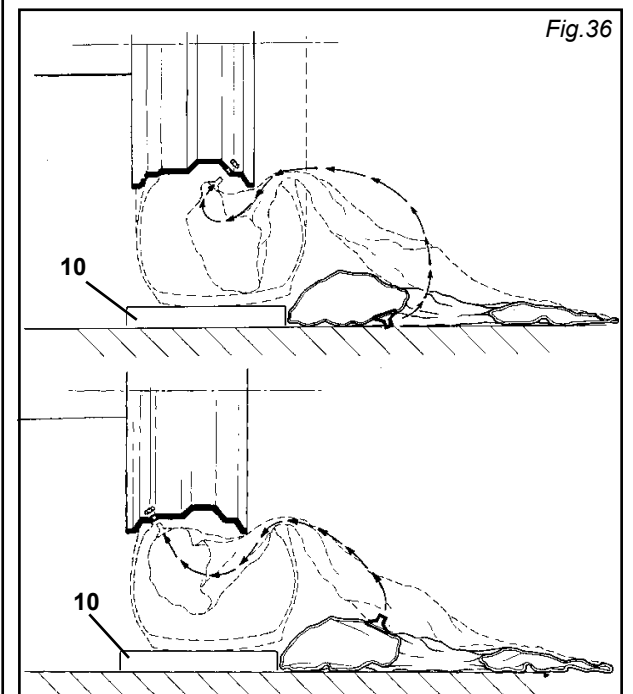

Fig. 36
**N.B.: Il foro per la valvola può trovarsi in posizione asimmetrica rispetto al centro del cerchio. In questo caso è necessario posizionare ed introdurre la camera d'aria come indicato in fig. 36** Introdurre la valvola nel foro e fissarla mediante la sua ghiera.